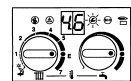

Рис. 44
– После освобождения, сервисклавиша высвечивается в течение 5 секунд, напр., "4.6.", после этого "00." или "01." и клавиша светится, рис. 44.